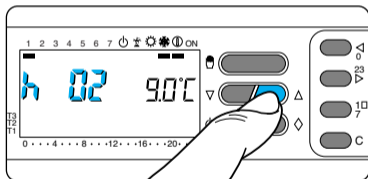

Fig. 56
**10.4** - Premere il pulsante ∇ oppure Δ (fig. 56) sino a raggiungere il numero di ore desiderato da 1 a 99.